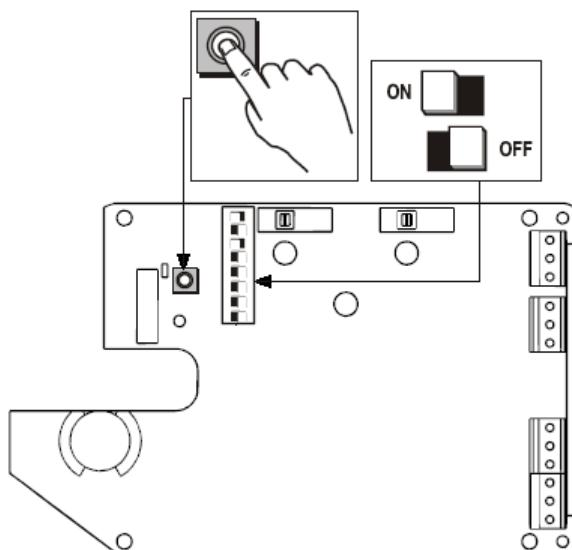

Figure 4 : Bouton de calibrage et micro-interrupteurs
Les servomoteurs VA78xx-GGx sont livrés avec des réglages par défaut (tous les micro-interrupteurs sur OFF, voir Tableau 2 et Figure 4). Tous ces paramètres peuvent être modifiés comme expliqué ci-dessous mais il est recommandé d'effectuer tous les réglages requis avant d'assembler la vanne et le moteur.
3. Appuyez sur le bouton poussoir (voir Figure 4) pendant 3 secondes. La DEL commence à clignoter rapidement.